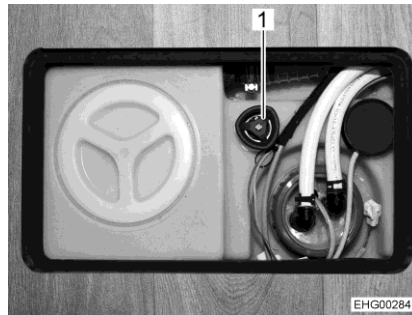

Fig. 105 Maniglia girevole (serbatoio dell'acqua)
- Sul serbatoio dell'acqua, ruotare la maniglia girevole (Fig. 105,1) in senso orario fino all'arresto.
- Sul serbatoio dell'acqua, ruotare la maniglia girevole (Fig. 105,1) in senso antiorario fino al primo fermo. L'acqua fuoriesce fino a ca. 20 litri.
- Sul serbatoio dell'acqua ruotare la maniglia girevole (Fig. 105,1) in senso antiorario, oltre la resistenza verso l'esterno fino all'arresto, per aprire completamente l'apertura di scarico.